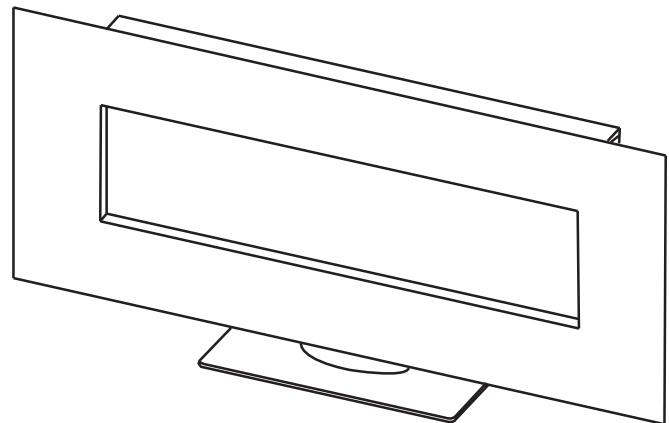

Fig. 4
- F. Vérifiez si le support en verre est correctement fixé. Assurez-vous que l'appareil est droit et immobile (**Fig. 4**).